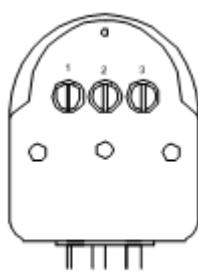

Рис.4
- Регулятор задержки времени выключения "TIME" (2) на минимальное время срабатывания (против часовой стрелки, положение "-", рис. 4).
- Регулятор освещенности "LUX" (3) на максимальный уровень освещенности (по часовой стрелке в конечное положение, «»).
- Регулятор чувствительности «SENS» (1) на максимум (по часовой стрелке в положение «+»).